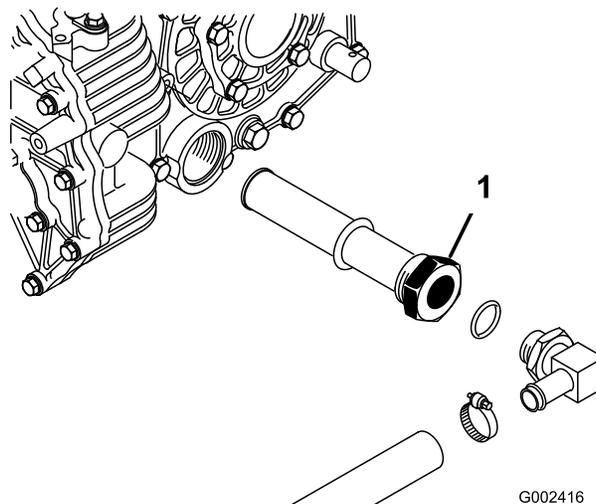

Figura 69
3. Repare na posição da tubagem do hidráulico e no conector de 90° ligado ao filtro de rede do lado do reservatório (Figura 69). Retire o tubo do hidráulico e o conector de 90°.